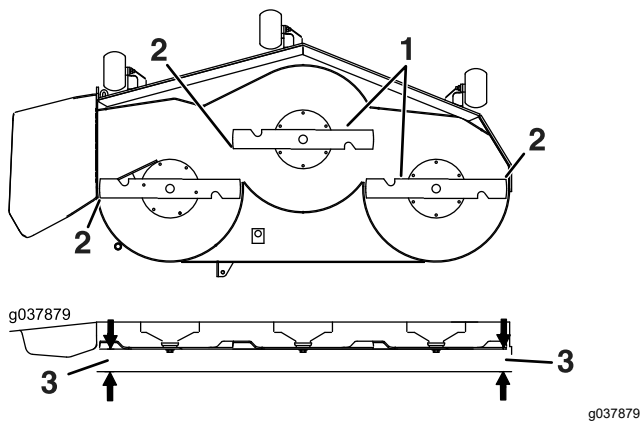

Рисунок 79
6. Измерьте расстояние от конца ножа до плоской поверхности (Рисунок 79). Если результаты обоих измерений отличаются более чем на 5 мм, отрегулируйте выравнивание по горизонтали; продолжайте выполнять эту процедуру.
14. Осторожно поверните ножи, чтобы расположить их в поперечном направлении (Рисунок 79).